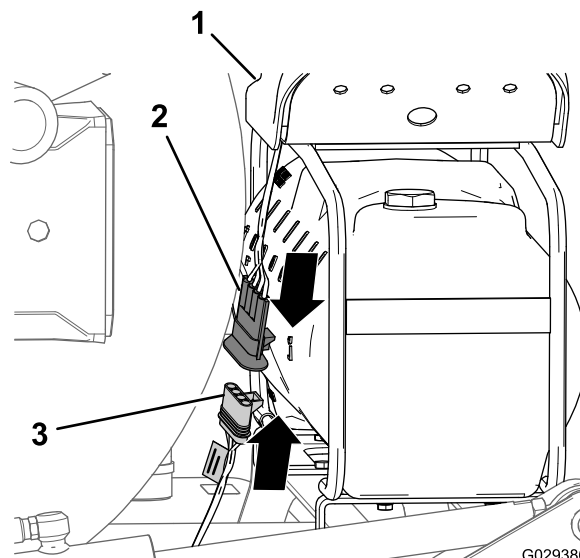

Figure 180
- À l'extrémité de la branche de 236 cm (93 po) du faisceau, alignez le connecteur à 4 douilles du faisceau du kit de finition sur le connecteur à 4 broches du faisceau du compresseur (Figure 180).
- Insérez le connecteur à 4 broches dans le connecteur à 4 douilles (Figure 180).